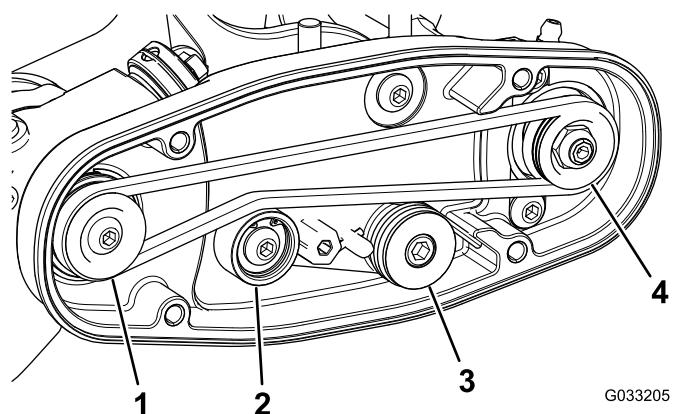

图 12
- 先缠绕驱动皮带轮周围的皮带然后再缠绕怠轮皮带轮顶部上方的皮带 图 12。